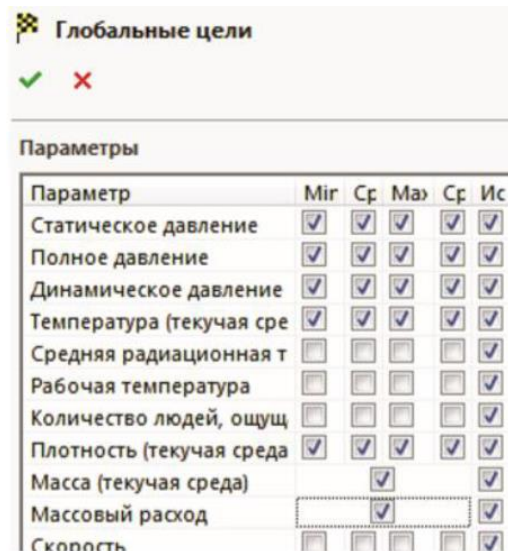

Рис.12 – Завдання глобальних цілей
8. Для подальшого розрахунку газодинамічного аналізу необхідно поставити цілі, що відповідають аналізу. Для цього в дереві побудов ПКМ натискаємо на команду «Цілі - Додати глобальні цілі» і відзначаємо галочками параметри, що цікавлять нас (рис.12). У даній лабораторній роботі нас цікавлять статичний тиск, повний тиск, динамічний тиск, температура і щільність. Відповідно нашим вимогам виставляємо галочки.